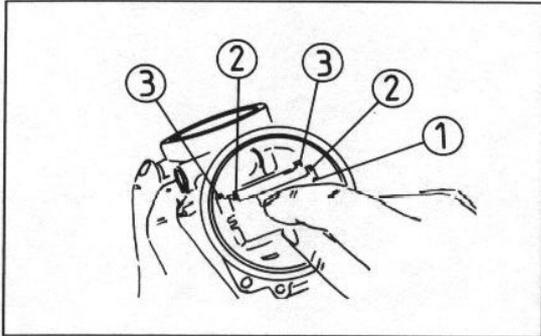

Bild 64
- Den Düsenkörper einbauen (Bild 64).